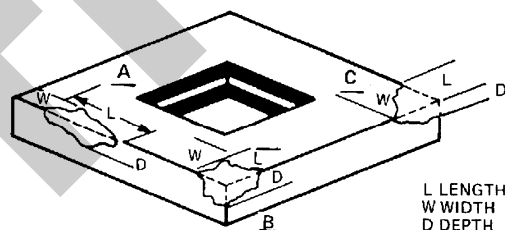

図 1
4.5 欠け (chip) — パッケージ全体にはわたらないが、その表面又は端から欠けているセラミックの領域。欠けの大きさは設計投影図の長さ、幅、及び深さで示される(図 1 参照)。